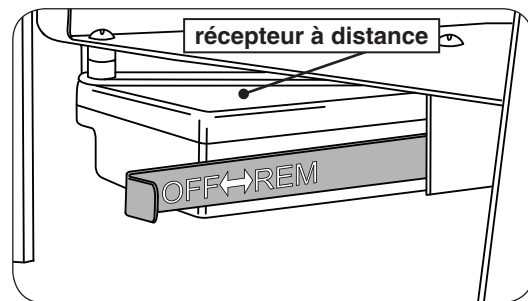

Fig. 34-1
1. Localisez l'actionneur de l'interrupteur OFF/REMOTE sur le côté gauche du brûleur. Glissez le servomoteur sur la position gauche / **OFF**. Voir Fig. 34-1.